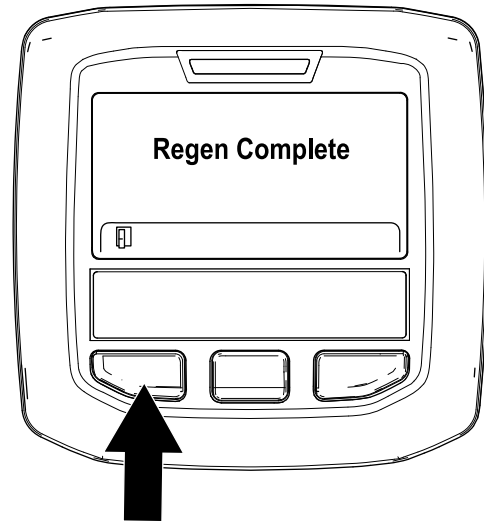

Figure 35
- La régénération en stationnement est terminée quand le message « Regen Complete » (régén. terminée) s'affiche dans l'InfoCenter. Appuyez sur le bouton gauche pour quitter l'écran d'accueil (Figure 35).